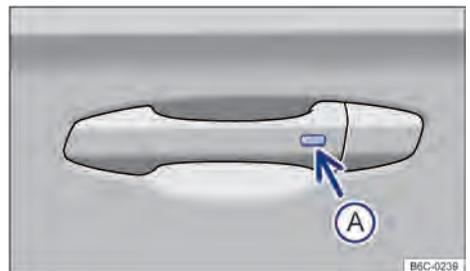

Fig. 51 En la manilla interior de la puerta: tecla para bloquear o desbloquear.
- 1 Presionar la tecla → fig. 51  en el exterior de la manilla interior de la puerta.
- 2 Presionar la tecla → fig. 51  en el exterior de la manilla interior de la puerta.
- Dentro de 5 segundos, presione la tecla en el exterior de la manilla interior de la puerta → fig. 51 . Así, no sujetar la manilla de la puerta. El sistema de cierre y arranque sin llave "Keyless Access" está temporalmente desactivado.
Un fuerte chorro de agua o de vapor puede activar las superficies de los sensores en las manillas si, al mismo tiempo, una llave del vehículo válida está en el área de aproximación. Si al menos un vidrio está abierto y la superficie del sensor → fig. 51  en una manilla de la puerta se activa permanentemente, todos los vidrios se cerrarán. Si el chorro de agua o de vapor se aleja brevemente de la superficie del sensor → fig. 51  de una manilla de la puerta y se vuelve a dirigir hacia ella, posiblemente todos los vidrios se abrirán.